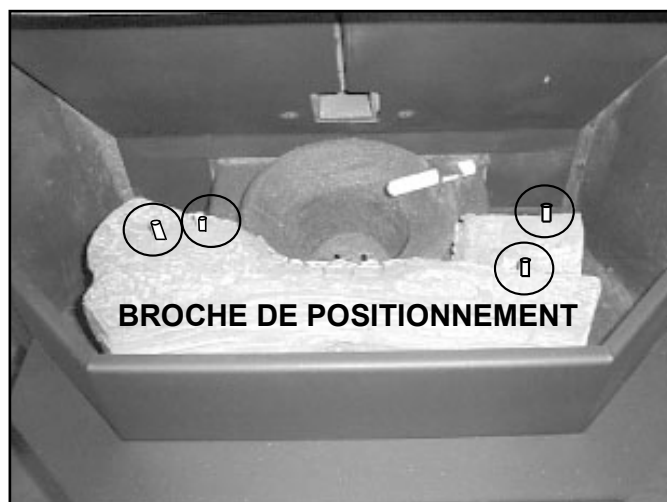

Figure 26.1
1. Placez la bûche avant en premier comme montré à la **Figure 26.1** dans la partie carbonisée autour du creuset de combustion.